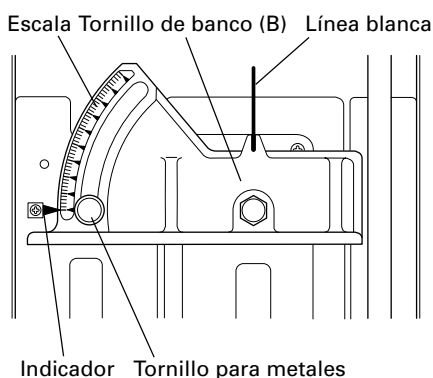

Fig.15
5. Cómo ajustar a la posición 0 (Fig.15)